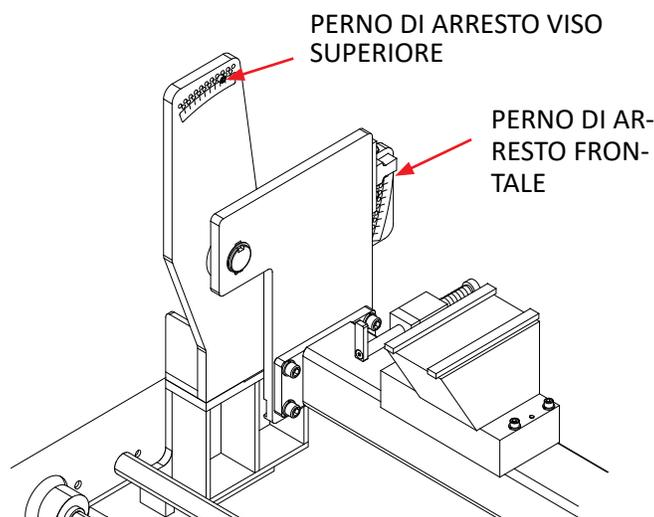

FIG. 32
3. Spostare il perno di arresto rotazione utensile per la faccia anteriore all'angolazione corretta. Vedi FIG. 32.
4. Spostare il perno di arresto della rotazione dell'utensile per la faccia superiore all'angolo corretto. Vedi FIG. 32.